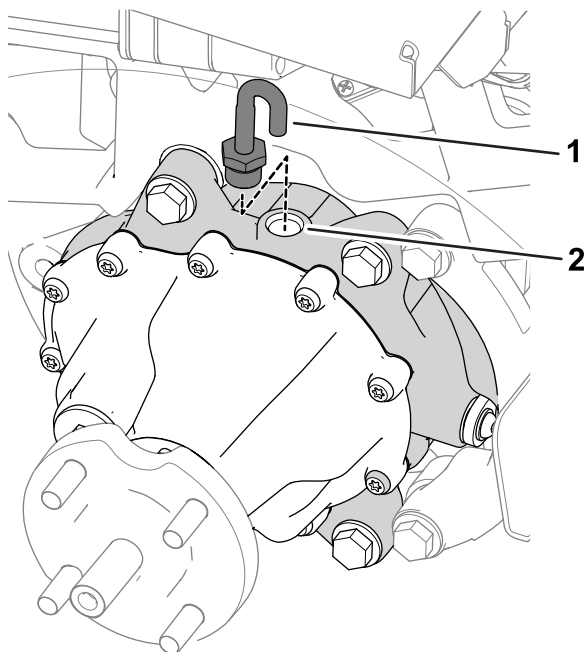

図 66
7. ギアボックス上部から換気ホースとフィッティングを外す **図 66**。
9. 給油ポートに換気ホースとフィッティングを取り付ける 図 66。